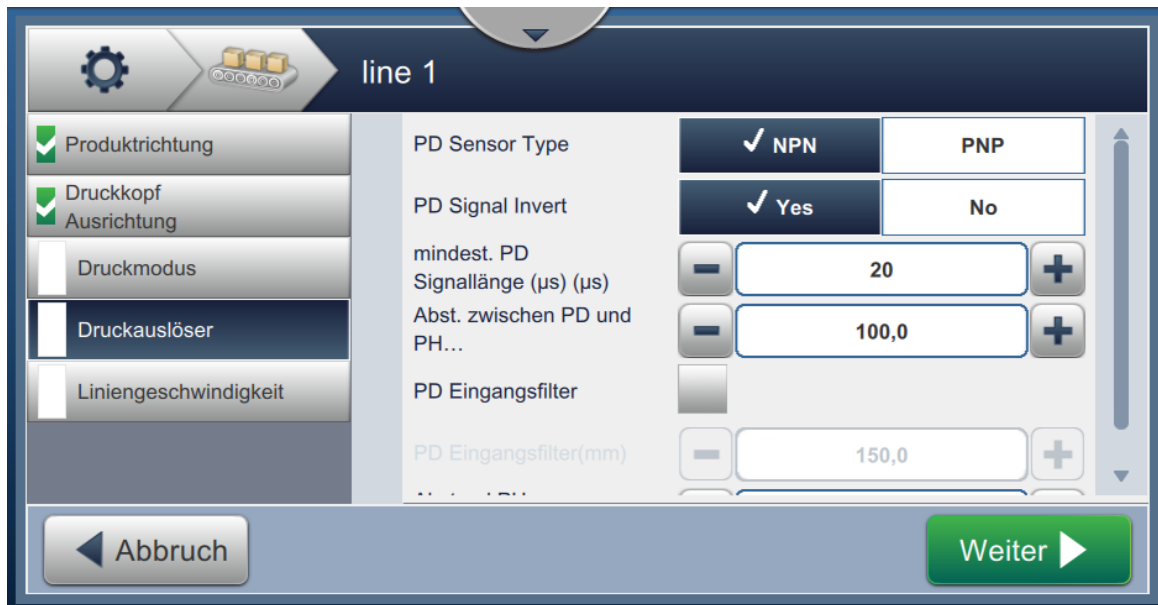

Abbildung 6-31: Druckmodus – kontinuierlich
2. Ändern Sie die Parameter im Bildschirm „Einstellungen“. Berühren Sie die Schaltfläche , um den Modus festzulegen, wie dargestellt in Abbildung 6-31.